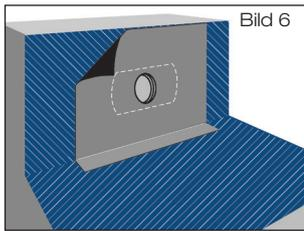

Bild 6
1.7 Bei bituminösen Dampfsperren sind Decke und Wand mit Bitumen-Voranstrich zu versehen (Bild 6 bzw. 6A).